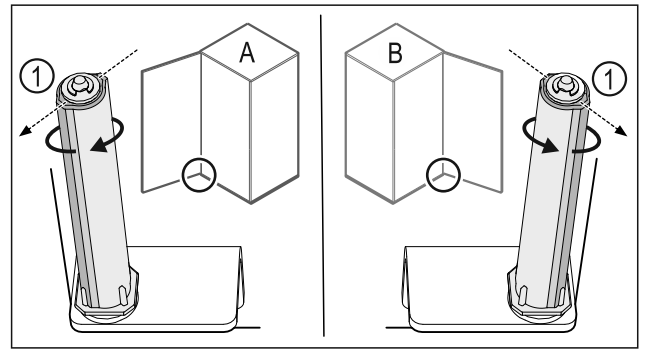

Fig. 44 Atidarymas į kairę (A) / atidarymas į dešinę (B)
- ▶ Sukite uždarymo sistemą, įveikdami pasipriešinimą, kol uždarymo sistemos pertvara Fig. 44 (1) bus nukreipta į išorę.